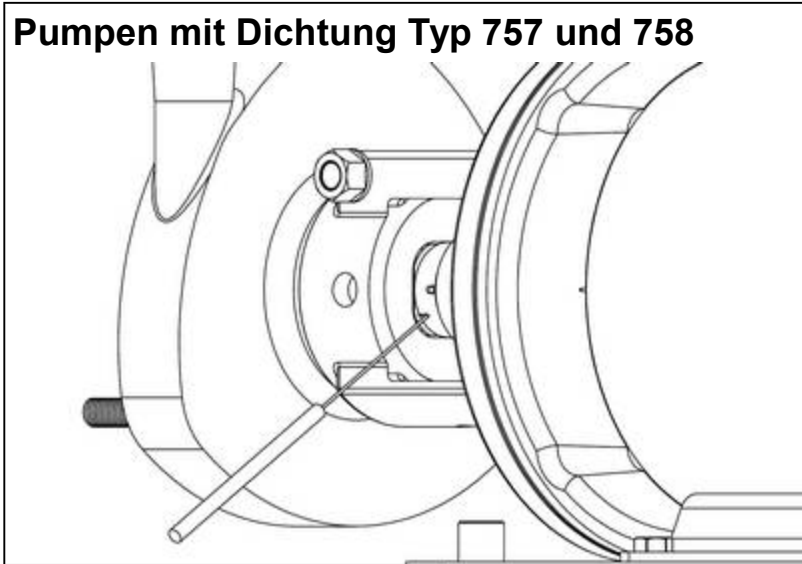

Abb. 6
8. Die stationäre Dichtung wird von hinten aus der Pumpe hinausgeschoben (mit dem O-Ring-Haken bzw. mit den Fingern). Am besten üben Sie einen leichten, gleichmäßigen Druck auf die gegenüberliegenden Seiten der Welle aus. Drücken Sie dabei außerhalb der hinteren Dichtfläche, um Beschädigung zu vermeiden (siehe Abb. 6).